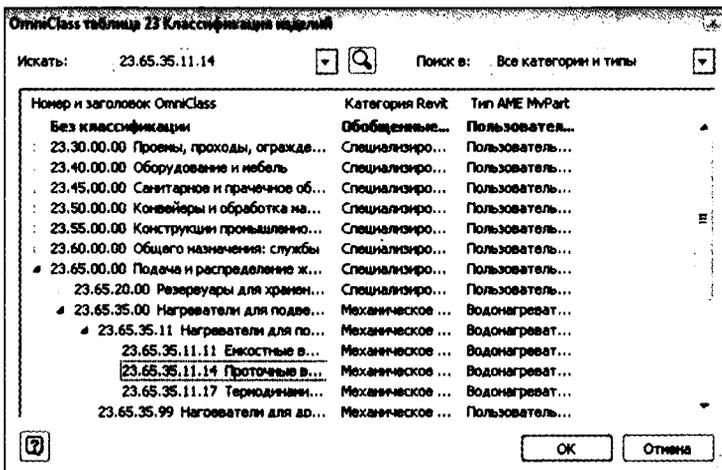

Рис. 14.21. Загрузка данных классификации, чтобы Revit мог использовать ваши данные
16. В диалоговом окне классификаций (рис. 14.21) перейдите к **23.65.35.11.14 Проточные водонагреватели** и нажмите **ОК**.